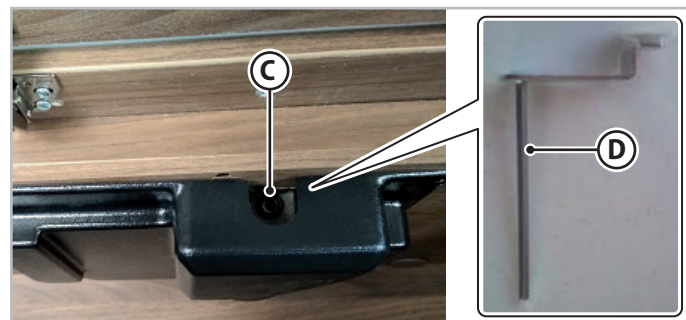

Fig.6.20 - Débloquage électrique du lit type A
2. Sur l'avant du moteur, insérer la clé (D - Fig.6.20) à l'intérieur de la vis (C - Fig.6.20) pour un mouvement manuel.